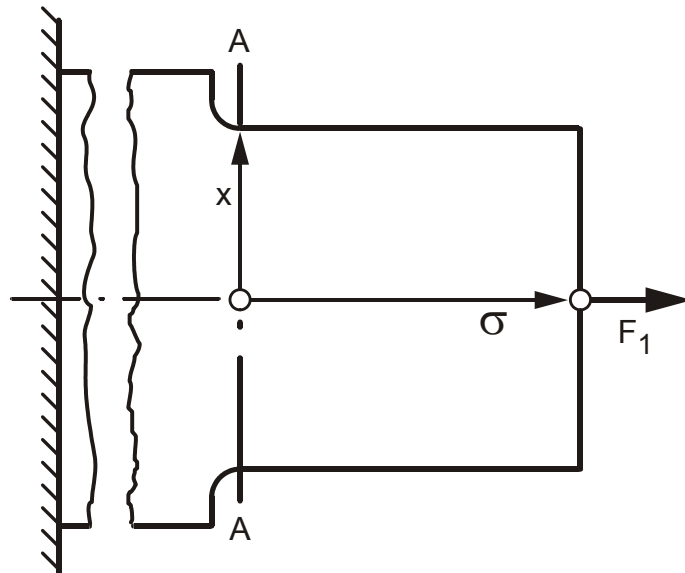

Bild 3: Spannungsverlauf im Kerbquerschnitt A – A.
- a) Zeichnen Sie in Bild 3 schematisch die Spannungsverteilung im Querschnitt A – A für den Fall einer fehlerfreien Montage ein (es gilt: $F_1 = 1000 \text{ N}$ **und** $F_2 = 0 \text{ N}$) Kennzeichnen Sie die Maximal- und Nennspannung in Ihrer Zeichnung. Berechnen Sie die Beträge der Maximal- und Nennspannung im Kerbquerschnitt.